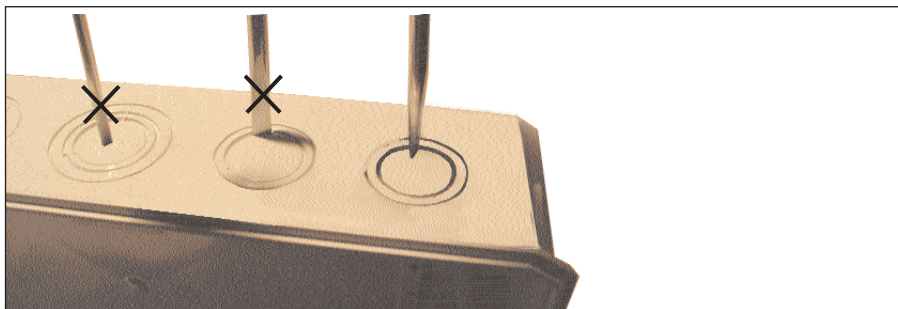

fig. 9
4. Défoncer les entrées de câbles préfrappées. Frapper verticalement avec un tournevis dans la partie la plus proche du fond du coffret. (fig. 9)